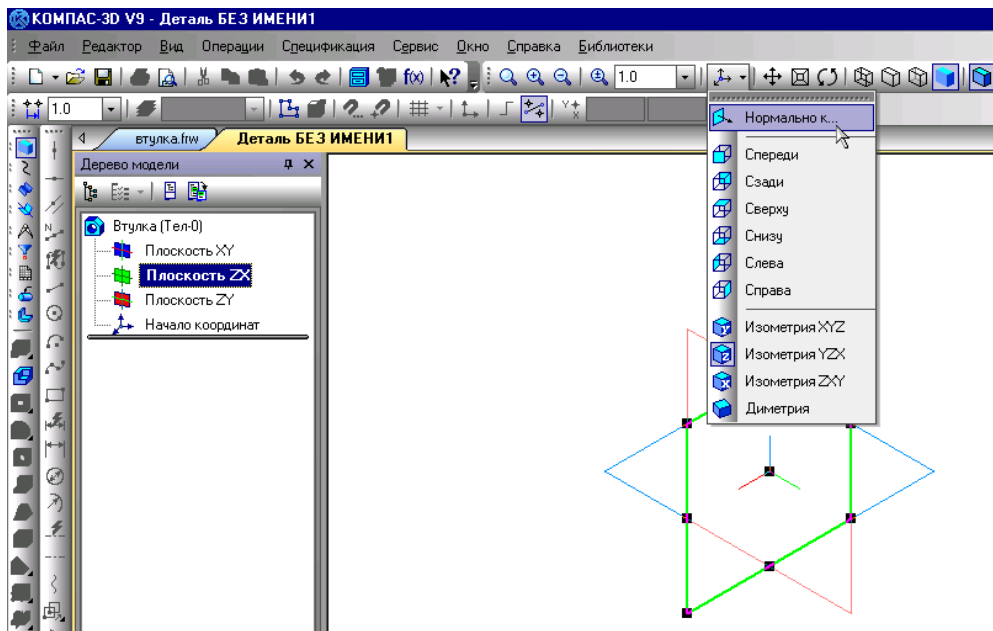

Рис. 3.3.6
3. Виберіть орієнтацію деталі: активізуйте **площину ZX**. Встановіть орієнтацію деталі **Нормально к...** (рис. 3.3.6).